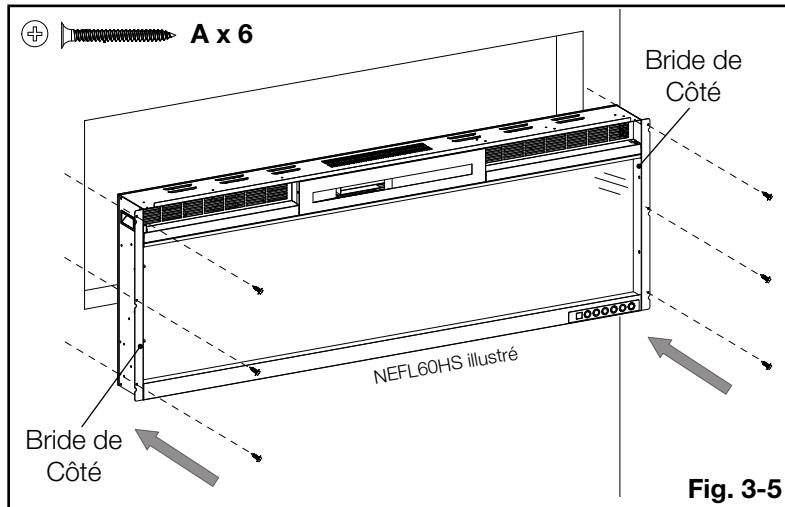

Fig. 3-5
- C.** Insérez l'appareil dans l'encadrement approximatif, puis le-sécurisez en installant 6 vis (fournies) au travers les brides de côté (**Fig. 3-5**).